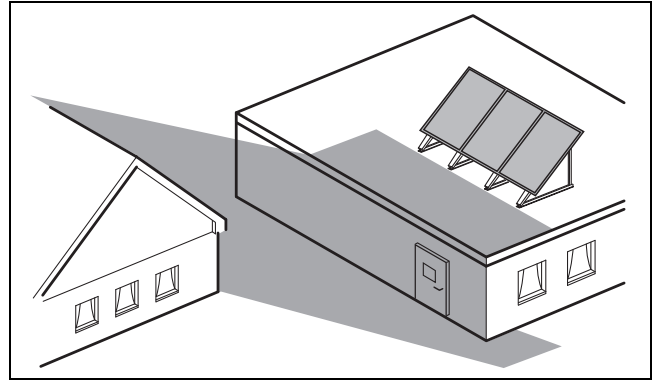

Рис. 10 Не допускайте затенения
- Не допускайте затенения (→ рис. 10 и 17).